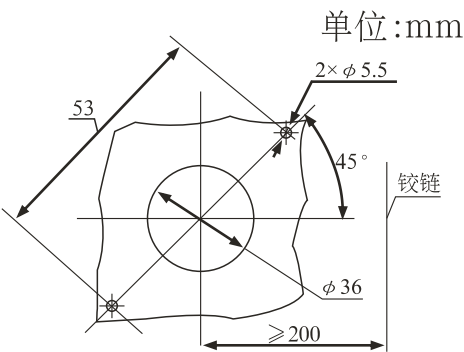
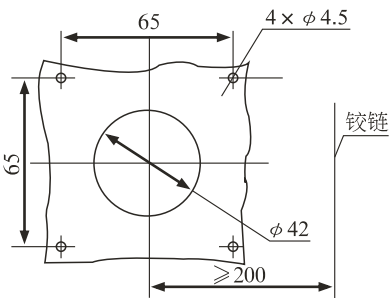

图3a 圆形手柄门板开孔尺寸
图3b 方形手柄门板开孔尺寸
- (1)安装前，开关柜门板上操作机构的手柄开孔应根据所选的断路器操作机构的形式确定其相对位置(开孔中心离铰链中轴心线的距离不小于200mm)门板开孔尺寸,有圆形和方形两种，见图3a和图3b；
- (2)把固定好操作机构的断路器安装于安装板上；
- (3)把操纵杆方轴固定于操作机构的方孔内；
- (4)调整其相对位置，使方轴中心与手柄开孔中心一致并固定；
- (5)合上安装好转动手柄的开关柜门板，试着操作手柄，转动应灵活自如，并且手柄在水平位置时，断路器应分闸，手柄在垂直位置时，断路器应合闸。